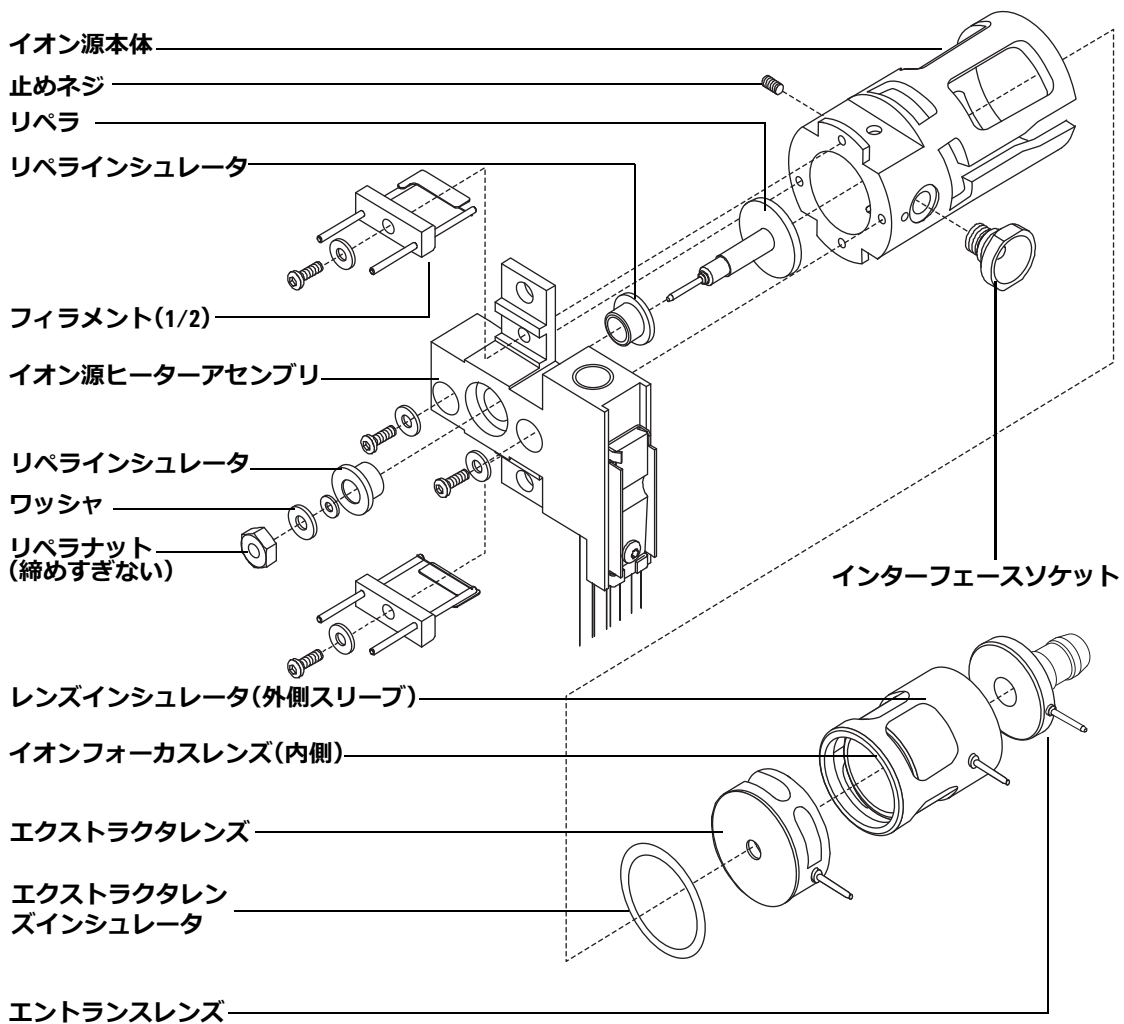

図 25 EI エクストラクタイオン源を組み立てる
- 1 イオンフォーカスレンズ、エントランスレンズ、およびレンズインシュレータを組み立てます (図 25)。
- 2 エクストラクタレンズインシュレータをエクストラクタレンズに接続し、イオン源本体にスライドさせます (図 25)。